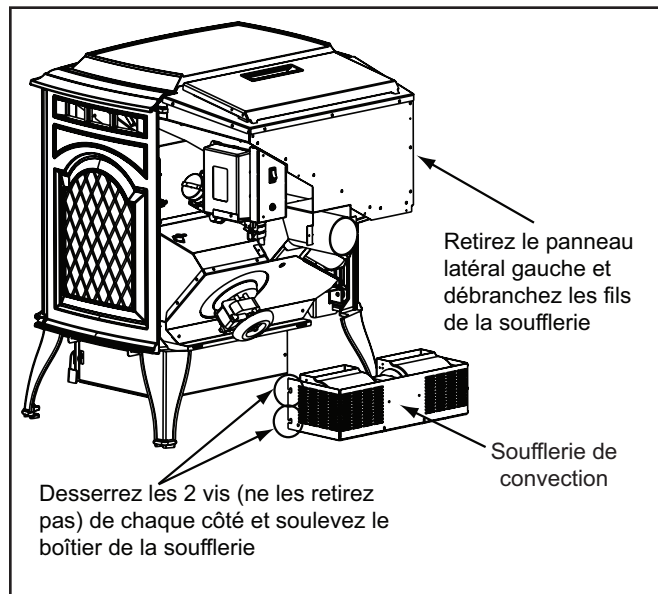

Figure 24.1
- d. Il y a deux vis de chaque côté du boîtier. Desserrez l'ensemble des quatre vis, mais ne les retirez pas. Soulevez le boîtier de la soufflerie légèrement et faites-le glisser vers vous. **Figure 24.1.**